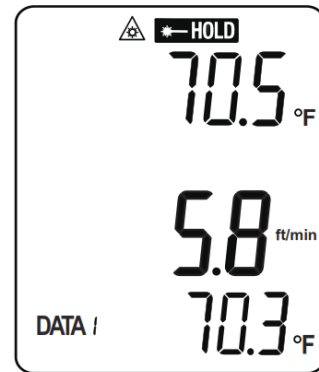

Fig. 5. Écran initial après la mise sous tension
**Appuyez sur le bouton ① pour allumer l'instrument.** L'écran affichera d'abord l'icône de l'horloge en haut à gauche et les numéros de la première lecture défileront à rebours à partir de 15. Ces chiffres indiquent le temps nécessaire pour chauffer le fil pour préparer l'emploi du mètre. Il sera prêt à l'emploi après 15 secondes. Il se mettra automatiquement dans le mode de mesure "normal" (vitesse de l'air ou volume débit d'air + température) et affichera un écran similaire à Fig. 5. Par défaut, la première lecture (au milieu) indique la vitesse de l'air en temps réel en ft/min et la troisième lecture (en bas) indique la température de l'air en temps réel en degrés Fahrenheit. La deuxième lecture (en haut) utilise également °F comme unité par défaut.